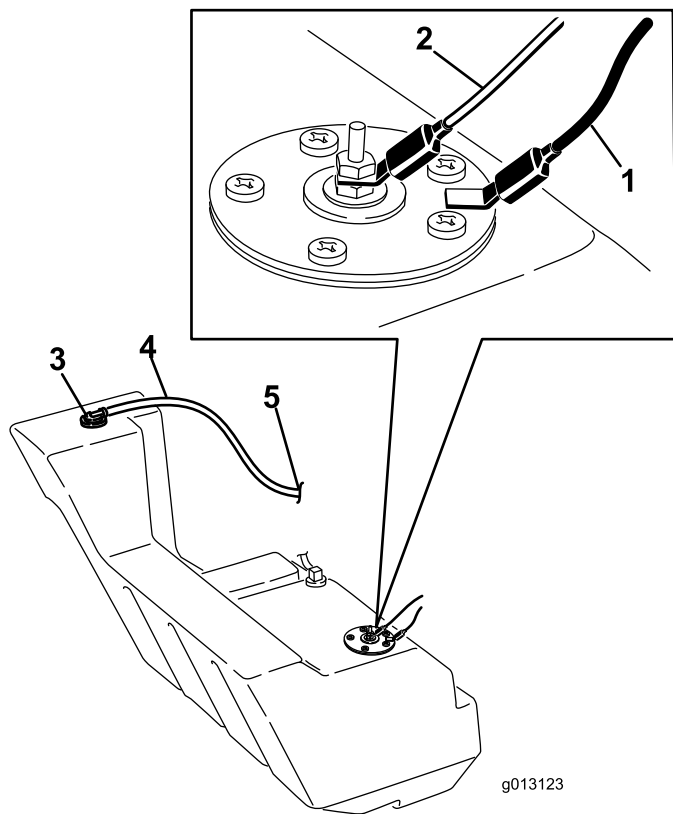

Figure 59
11. Débranchez les deux fils reliés au côté droit du réservoir (Figure 59).
20. Sur le côté droit du réservoir, raccordez le fil orange à la borne centrale et le fil noir à la borne extérieure (Figure 59).